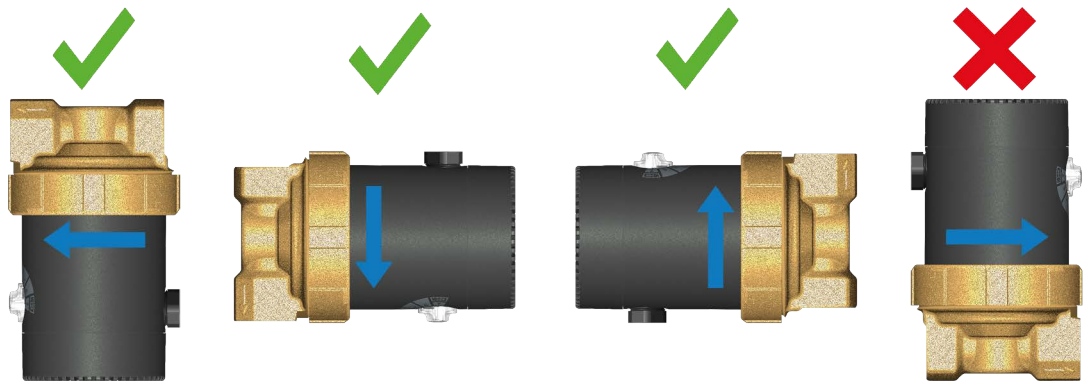

Figura 5
- Instálela en una de las posiciones de montaje permitidas (consulte la **Figura 5** en la página 16).